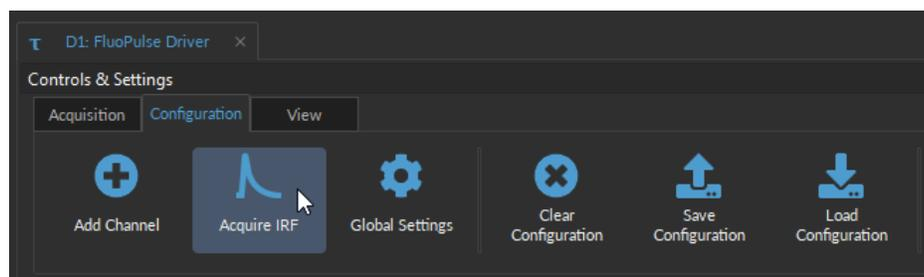

Figure 2.4 – Bouton *Acquire IRF*
3. Connecter la fibre à l'animal et sélectionner *Acquire IRF* pour mesurer l'amplitude du signal (Fig. 2.4).